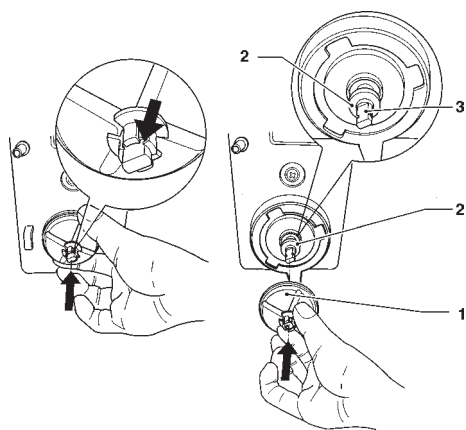

Fig. 34
- para desmontar las paletas basta con tirar ligeramente de ellas para liberarlas (véase la fig. 34);
Acoplado a fondo las paletas, la junta prensaestopas asumirá su posición correcta (véase la fig 34).